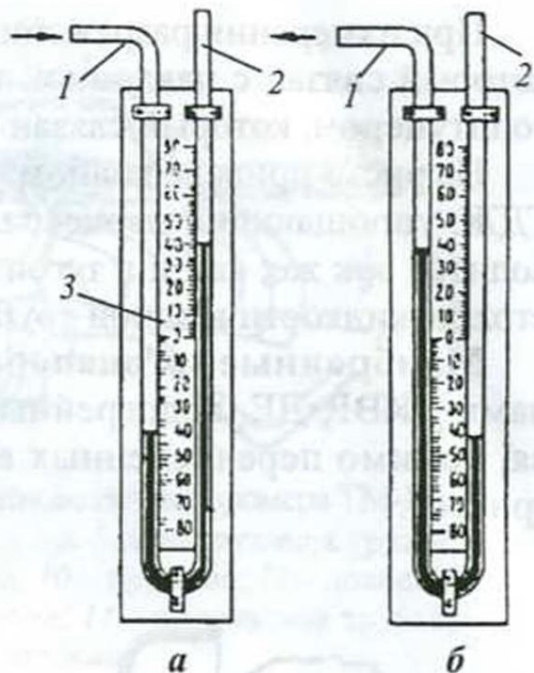

Рис. 1. U-образный манометр:
- Измерение давления. Для измерения давления газа и воздуха до 500 мм вод. ст. (500 кгс/м^2) используют стеклянный *U-образный жидкостный манометр* (рис. 1). Манометр представляет собой стеклянную U-образную трубку, прикрепленную к деревянной (металлической) панели, которая имеет шкалу с делениями в миллиметрах. Наиболее распространенные манометры со шкалами